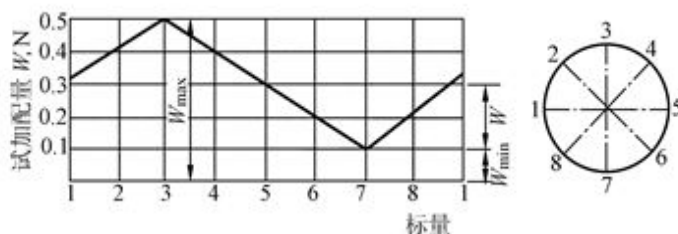

图 F-1
开始在轨道上回转为止。称准并记下重物的重量。按照同样的方法，顺次重复上述①、②、③项的试验，找出每点所加重量并画出如图 F-1 所示的曲线。④根据曲线可以求出转子不平衡位置(在 W 最小处)。为了使转子平衡，必须在直径相对位置内(即 W 最大处)加装一平衡重量。平衡重量数值为 $Q=1/2(W_{\max}-W_{\min})$ 。